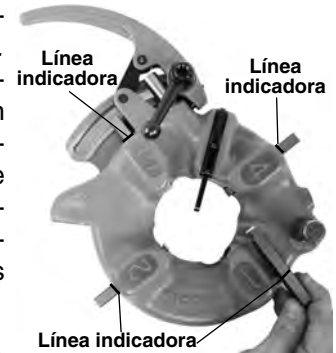

Figura 9 – Inserción de terrajas
6. Introduzca las terrajas apropiadas en el cabezal de terrajas, con el borde que lleva el número orientado hacia arriba, hasta que la línea indicadora esté al ras con el borde del cabezal (vea la Figura 9). Los números en las terrajas deben coincidir con los números en las ranuras del cabezal. Siempre cambie el juego completo de terrajas. No mezcle terrajas de distintos juegos.